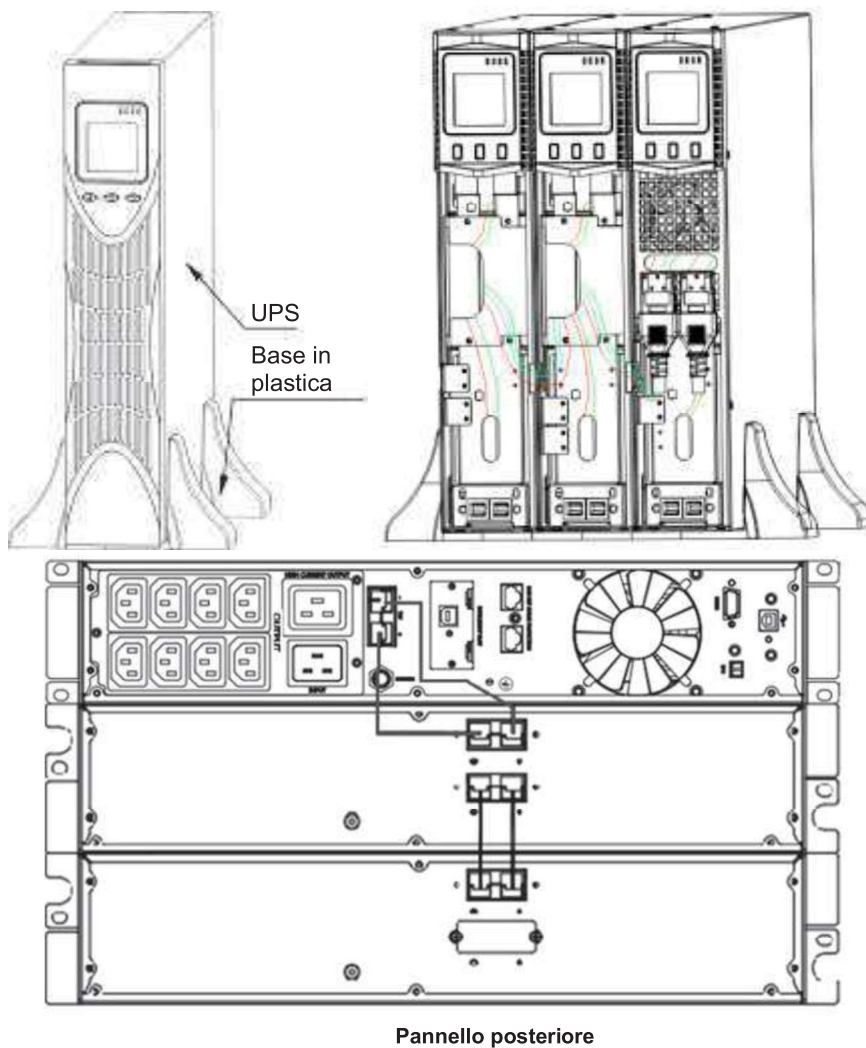

Figura 13 Installazione dell'UPS e del vano batteria
- L'installazione tra UPS e vani EBP è illustrata nella Figura 13
- a) Installare la base e collocare uno a uno gli elementi dell'UPS RT sulla base come illustrato nella Figura 13.